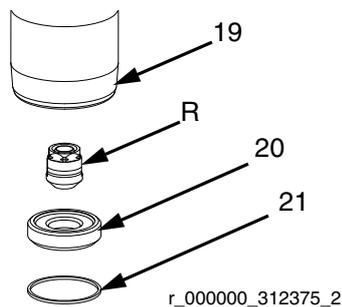

FIG. 10
11. Utilisez une pointe pour joint torique pour retirer le joint (21) du logement de vanne d'entrée (19). Mettez le joint au rebut ; utilisez un joint neuf lors du remontage. Voir FIG. 10.
12. Retirez le siège d'admission (20) du bas du logement de vanne d'entrée (19). Veillez à ne pas laisser tomber l'ensemble de vanne d'admission (R) une fois dégagé et mettez-le de côté pour un remontage ultérieur.